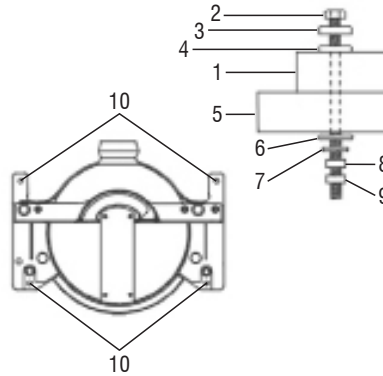

Fig. 19 – Fijación de la máquina
- Para uso estacionario fije la máquinas a través de los agujeros (10) en la mesa de trabajo, conforme muestra la Fig. 19.